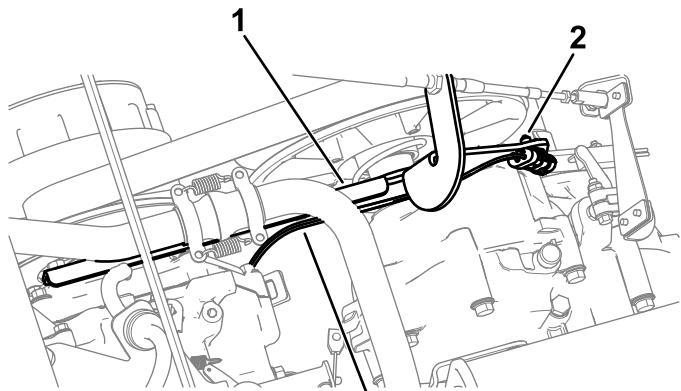

Figure 5
1. Faites passer le faisceau de câblage du kit vers l'avant, le long du support de la boîte-pont, et insérez la fixation à pousser du faisceau sur le support de la boîte-pont (Figure 5).